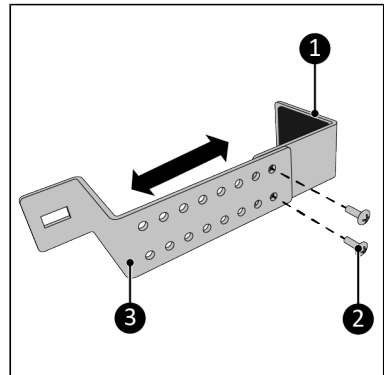

Abbildung 129.
3. Verschrauben Sie das Oberteil (Abbildung 129, Pos. 1) und das Unterteil (Abbildung 129, Pos. 3) mit zwei M5 x 10 mm Schrauben (Abbildung 129, Pos. 2). Stellen Sie sicher, dass die Breite etwas größer ist als die Breite des Fensterrahmens.